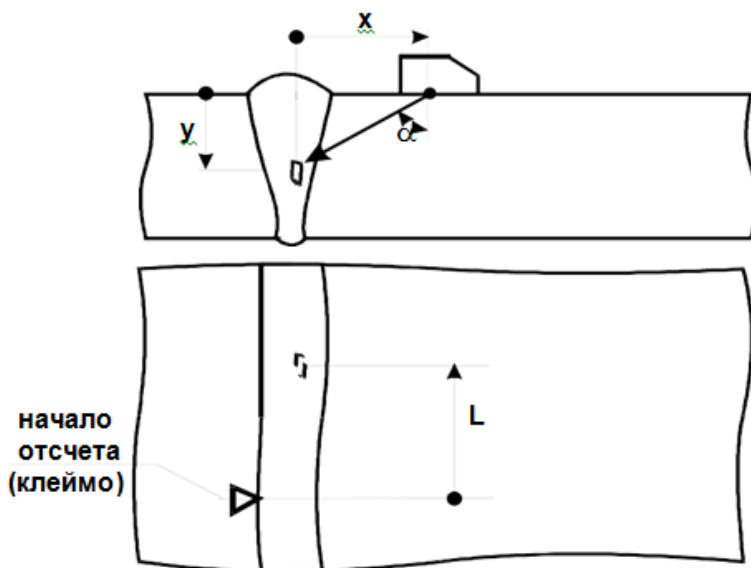

Рисунок 5.29 – Схема измерения координат несплошности
5.15.9 Координату L вдоль шва фиксируют от выбранного начала отсчета, в качестве которого обычно выступает клеймо (рис. 5.29).